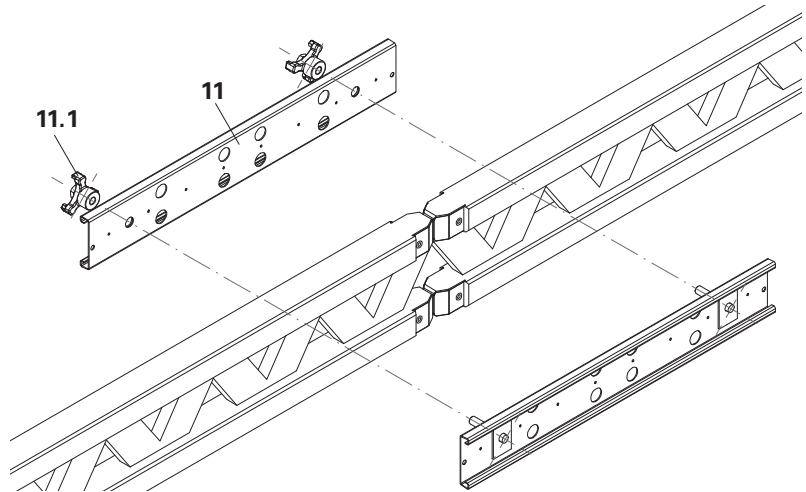

Fig. A5.02
2. Colocar uniones VARIOFLEX (11) en la celosía en cada encuentro de vigas.
- (Fig. A5.02 + A5.03)